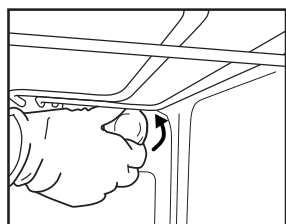

Fig. 8
2. Dévissez le capot de l'ampoule (Fig. 8), remplacez l'ampoule brûlée par une neuve (voir « Remarque » pour connaître le type), puis revissez le capot de l'ampoule.